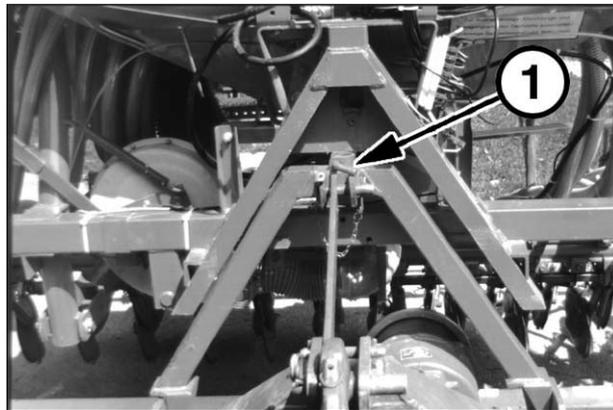

Рис. 7-7
7. Осторожно приподнять центробежную бороны и благодаря этому сцепить полунавесной треугольник с треугольником орудия. Фиксирующий палец (1; рис. 7-7) должен зафиксироваться в полунавесном треугольнике. Проверьте правильность посадки фиксирующего пальца.